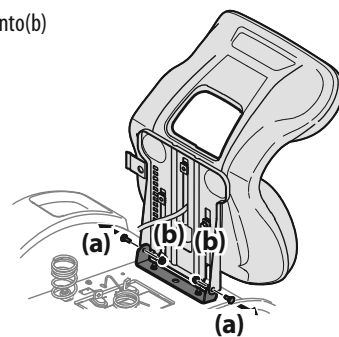

Figura 5
2. Remova os dois parafusos de apoio (a) e as porcas de fixação da flange (b) da base do assento como mostrado na Figura 5.